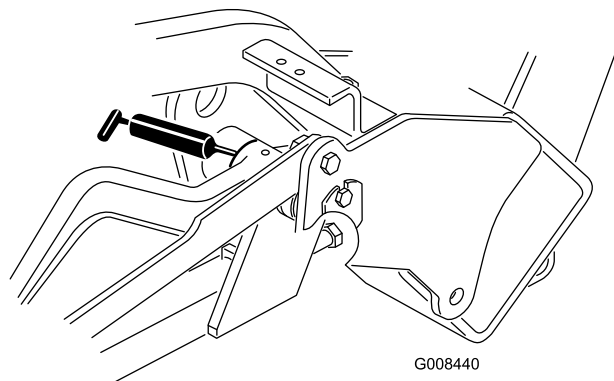

Figura 30
- Bracci di sollevamento (3) (Figura 30)